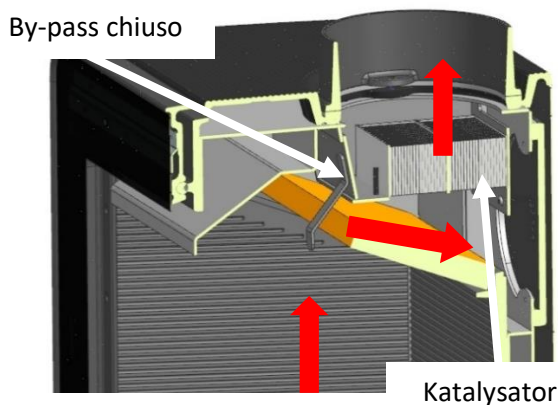

Fig. 21
5. Quando la combustione sarà ben avviata, scorrere la leva di selezione in alto (punto "A"), servendosi del attrezzo fornito, per chiudere l'Ignition Booster. Regolare l'andamento del fuoco all'intensità desiderata con la manopola o premere OFF/LO o ON/HI sul telecomando. Chiudere il bypass in modo che tutti i gas passino attraverso il catalizzatore (Fig. 21) ed ottenere così la massima efficienza della stufa. Proteggere le mani per eseguire tale operazione. Inoltre, se si dispone della regolazione del tiraggio, è possibile regolare la combustione azionando il comando.